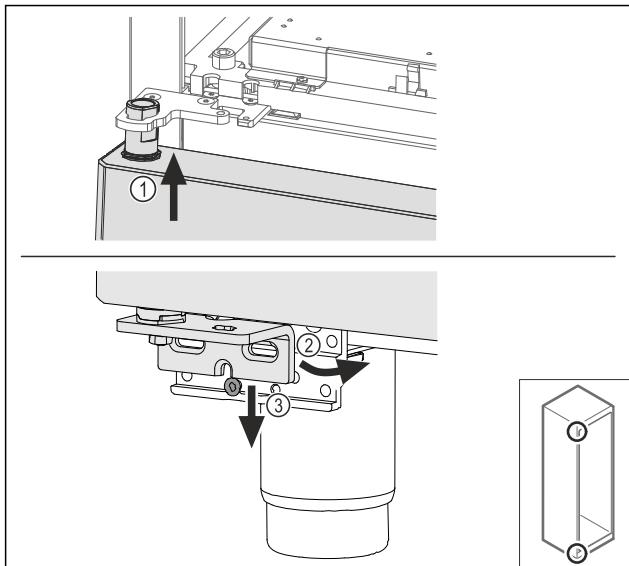

Fig. 68
- Umetnute vrata lagano nagnuta gore Fig. 68 (1), poravnajte vrata Fig. 68 (2) i dolje ih postavite na vijak podloška ležaja Fig. 68 (3).